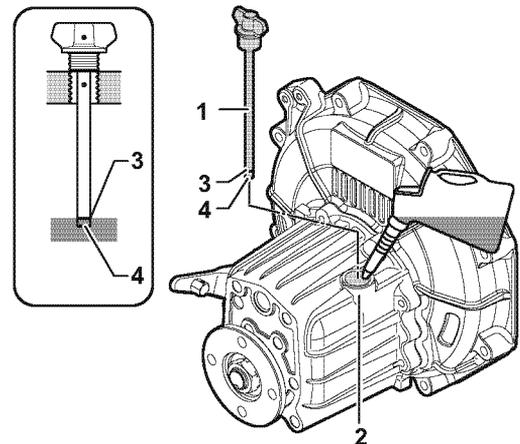

Figura 7
Assicurarsi che il motore sia il più dritto possibile e pulire l'area attorno allo sportellino del serbatoio dell'invertitore (**Figura 7, (2)**).
3. Rimuovere l'astina (**Figura 7, (1)**) e asciugarla con un panno pulito.
4. Reinscrivere l'astina fino in fondo senza avvitarla. Vedere l'immagine (**Figura 7**).
5. Rimuovere l'astina. Il livello dell'olio dovrebbe essere fra le linee superiore (**Figura 7, (3)**) e inferiore (**Figura 7, (4)**) dell'astina.
3. Rabboccare l'olio motore fino al limite superiore dell'astina (**Figura 7, (3)**). Consultare le specifiche dell'olio dell'invertitore a pagina 29.